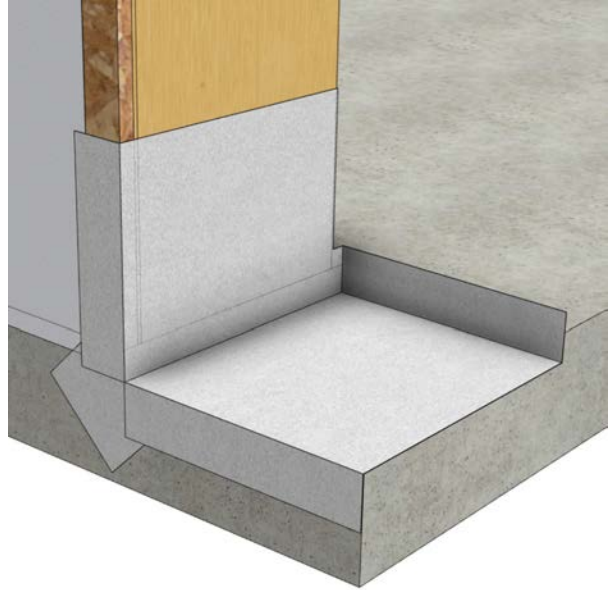

Fig 1
- Instale la bandeja de umbral en la abertura en bruto, ya sea flexible o rígida. (Fig 1.)